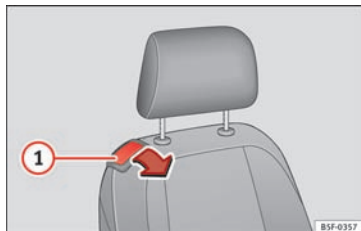

Fig. 147 Passagersæde: greb til fremklapning af ryglæn
- Træk i grebet **1** » **Fig. 147**, og klap ryglænet frem, så det er i vandret position.